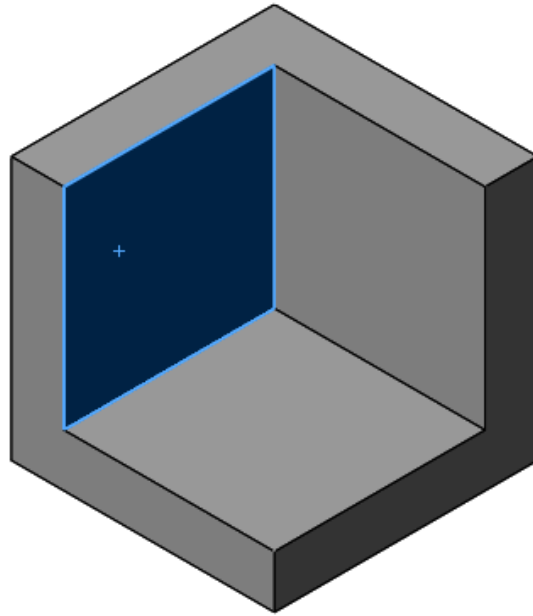
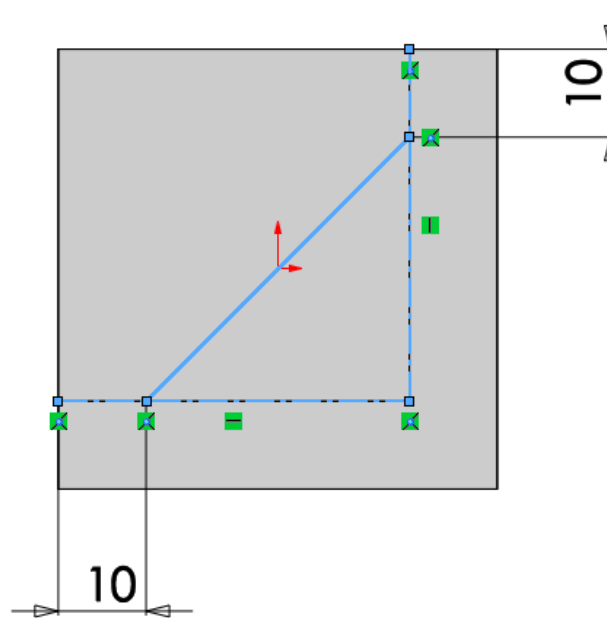

Ilustración 61
Ilustración 62
Paso 2: en este caso se selecciona la cara perpendicular a donde se desea extruir el **Nervio** (Ver ilustración 61), allí se dibuja el croquis para realizar la operación. (Ver ilustración 62).